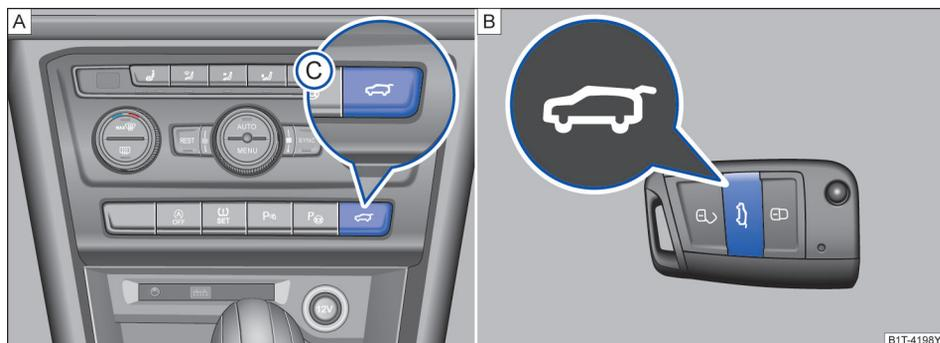

图 67 车内的操作按钮/ 钥匙上的按钮
- 长按按钮  → 图 67。
- 按下按钮  → 图 67（仅针对 5 座车型）
- 按下按钮  → 图 67。
利用钥匙上的按钮或按钮  → 图 67 开关行李厢盖时，会出现声音信号（部分车型有此功能）。